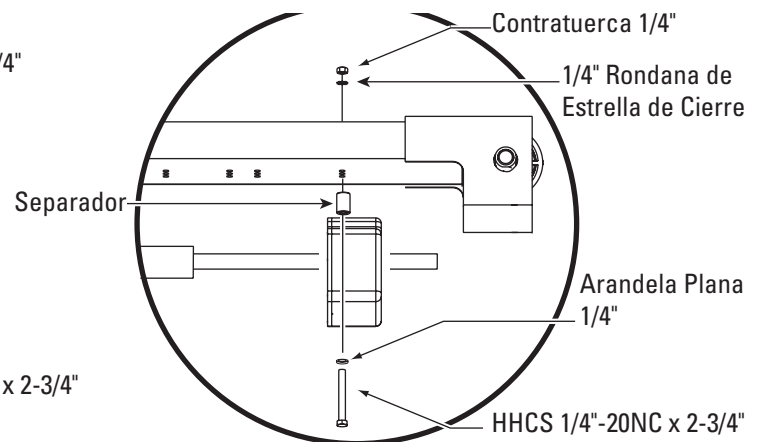
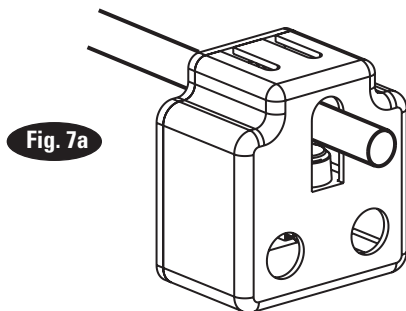

Fig. 6.
Fig. 7a
6. Conjunto de estructura superior: Ajuste la parte superior a 114" entre la línea central de los pasadores de las poleas, Fig. 6. Instale (4) 3/8"-16NC x 2-3/4" Fijador HHCS y contratuerca de fijación, sin ajustar. Instale la esquina de refuerzo de la parte superior dentro del centro de la parte superior usando (4) 3/8"-16NC x 1" Fijador HHCS y contratuerca de fijación, ver la Fig. 6. Deslice la caja de conmutación sobre la barra del interruptor para asegurar que los orificios de bloqueo apunten hacia la columna con la unidad de alimentación. Utilice (2) HHCS 1/4"-20NC x 2-3/4" de largo, (2) rondanas planas, (2) espaciadores de 3/4", y (2) rondanas de estrella de 1/4" y tuercas para montar la caja del interruptor en la parte superior, Fig. 7a. y 7b.
7. Para elevadores de una y tres fases, con caja de control con botón: Inserte (2) 1/4"-20NC x 2-3/4" HHCS a través del orificio pivote al final de la barra del interruptor. Inserte el lado opuesto de la barra a través de la ranura en el soporte de montaje del interruptor. Después agregue los espaciadores entre el límite de la caja del interruptor y la parte superior, Fig. 6, utilizando (2) espaciadores y contratuerca de 1/4"-20NC. Apriete el tornillo Hexagonal dejando un espacio de 1/16" entre el espaciador y el ensamblaje superior.
Nota: Para la Fig. 6, Ver Pág. 4 para Elevadores Wide (Series 5W0/7W0/10W0).